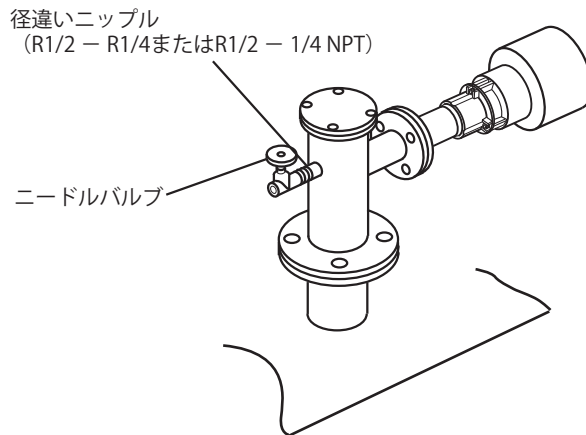

図3.23 測定ガス排出量調節用ニードルバルブの接続
- ・ 高温用検出器を使用する場合において、測定ガスの圧力が 0.5 kPa 以上のときは、高温用プローブアダプタの測定ガス排出口にニードルバルブなどによる "絞り" を設けることを推奨します（図 3.23 参照）。